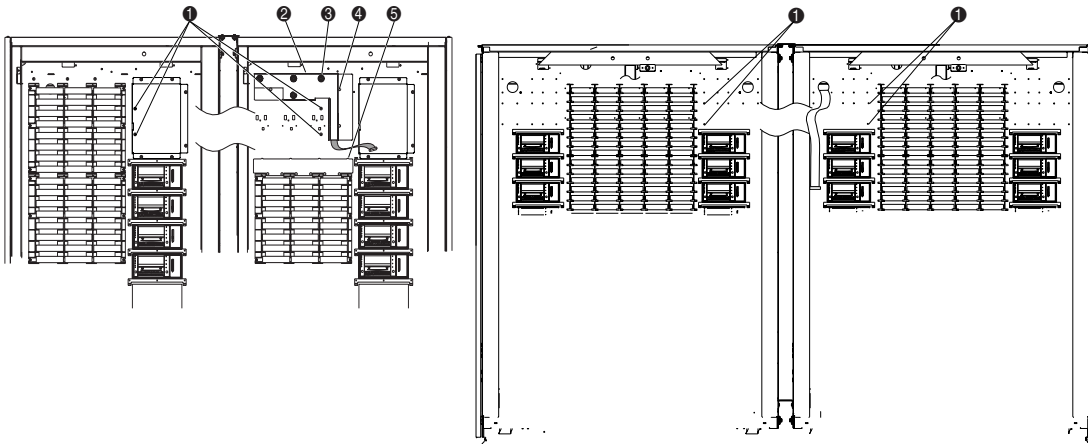

Figure 2-8. Points de montage de la librairie
5. Pour la librairie ESL9198, fixez le cache du câble du PTM avec les trois fixations et les quatre vis (réf. 0905057) et rondelles (réf. 0685023) sur la paroi du bac pour couvrir le câble et son trou, en veillant à acheminer le câble du PTM correctement sous le canal surélevé dans le cache du câble (voir la Figure 2-8).
6. Pour la librairie ESL9198, installez le cache des ouvertures d'étagère de bac et les six fixations (voir la Figure 2-8).
7. Installez deux vis (réf. 0905057) et rondelles (réf. 0685023) dans les deux emplacements de montage supérieurs (❶ Figure 2-8). Ne serrez pas à fond, et laissez un espace d'environ 0,5 cm entre la rondelle et la paroi du bac.